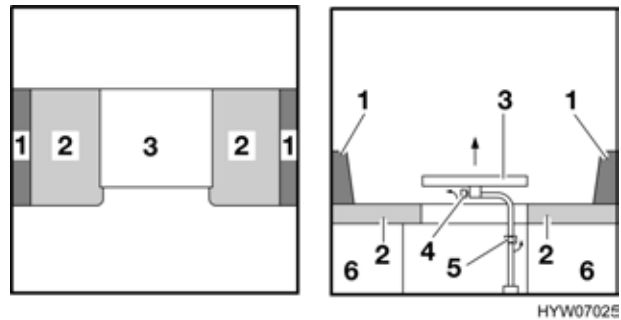

Fig. 96 Prima della trasformazione
- Svitare la vite di fissaggio (Fig. 96,4) sul lato inferiore del tavolo e sollevare il piano del tavolo (Fig. 96,3).
- Svitare la vite di fissaggio (Fig. 96,5) del piede del tavolo ed estrarre l'alto il piede del tavolo dal supporto.